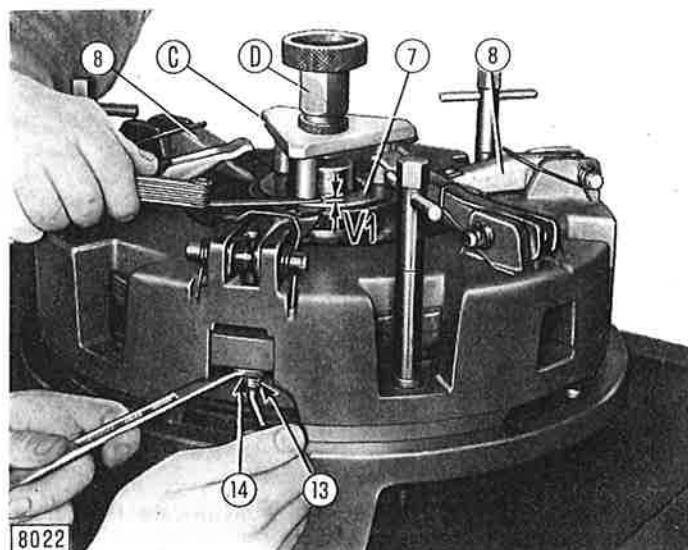

Fig. 74 - Contrôle et réglage au banc de la symétrie des leviers de débrayage de l'embrayage de boîte avec la trousse universelle 291291/1.
Monter la pièce de référence (C, figs. 74 et 75) et la bloquer avec l'écrou (D).
Serrer ou desserrer les pointeaux (13, fig. 74) de réglage des leviers d'embrayage de boîte (8) de manière à réaliser le jeu (V_1) entre les extrémités de la pièce de référence (C) et la surface de l'anneau (7).